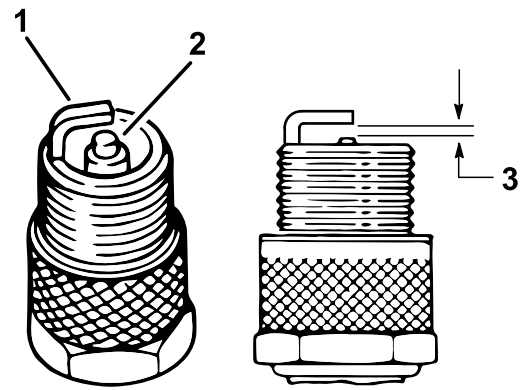

Figure 63
4. Vérifiez l'état des électrodes latérale et centrale, ainsi que de l'isolateur de l'électrode centrale (Figure 63).
5. Réglez l'écartement entre les électrodes centrale et latérale à 1 mm, comme montré à la Figure 63.